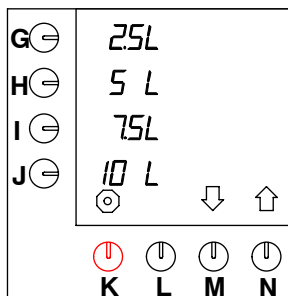

Fig. 33 Teclas de preselección por estandar
La máquina está ajustada para utilizar L (=litros) por estandar. Estas unidades pueden ser cambiadas. (Esta unidad es la mostrada por estandar con las teclas de selección, ver fig. 33).
- Mantenga apretada la tecla de programación (N.) $\uparrow$ hasta que en el display aparezca fig. 33 .